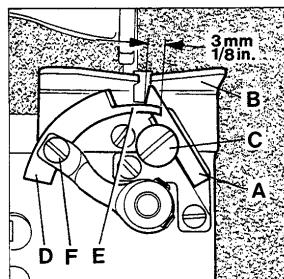

Fig.11
Set the fixed knife (A, Fig. 11) so that its tip sits close to the underside of the throat plate (B). For adjustment loosen screw (C) and move knife up or down in its holder as required. Retighten screw.
Set the moving knife (D, Fig. 11) so that it just clears below the throat plate underside on its entire arc of travel. In the most open position of the knives the pilot (E) should overlap the fixed knife by 3 mm (1/8"). In cutting position of the knives the cutting edge of the moving knife should overlap the cutting edge of the fixed knife at least 1 mm (3/64"). For adjusting moving knife loosen screw (F) and set knife as required. Retighten screw.
Stellen Sie das feststehende Messer (A, Fig. 11) so, daß seine Spitze an der Stichplattenunterseite (B) anliegt. Zum Einstellen lösen Sie die Schraube (C) und schieben das Messer im Halter nach Bedarf nach oben oder unten. Ziehen Sie die Schraube wieder an.
Stellen Sie das bewegliche Messer (D, Fig. 11) so, daß es innerhalb seiner Schwungbewegung unter der Stichplattenunterseite gerade freigelegt. Der Führungszapfen (E) soll in der am weitesten geöffneten Stellung der Messer das feststehende Messer 3 mm überlappen. In Schneidstellung muß die Schneide des beweglichen Messers mindestens 1 mm überlappen. Zum Einstellen des beweglichen Messers lösen Sie die Schraube (F) und stellen das Messer entsprechend ein. Ziehen Sie die Schraube wieder an.